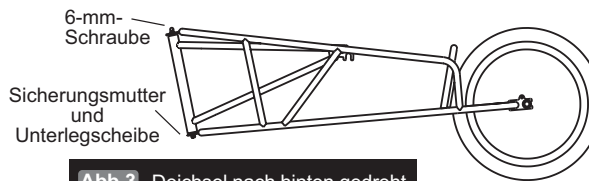

Abb.3 Deichsel nach hinten gedreht.
2. DEICHEL: Zu Transportzwecken wurde die Anhängerdeichsel nach hinten weisend am Rahmen angebracht (Abb. 3). Vor der Verwendung des Anhängers muss die Deichsel entfernt, um 180 Grad gedreht und anschließend gem. Abb. 4 befestigt werden.
A) Dazu mit Hilfe von zwei 10-mm-Schraubenschlüsseln die Sicherungsmutter und die Unterlegscheibe (Abb. 3) sowie anschließend die lange 6-mm-Schraube entfernen. Hierdurch wird die Deichsel vom Anhängerrahmen getrennt. Die Deichsel vom Anhängerrahmen abnehmen. Zur Wiedermontage der Deichsel, dieses Mal nach vorn weisend, werden zunächst gem. Abb. 4 die Löcher in den Deichselaufnahmen des Anhängerrahmens und in dem zentralen Deichselrohr der Deichsel ausgerichtet.